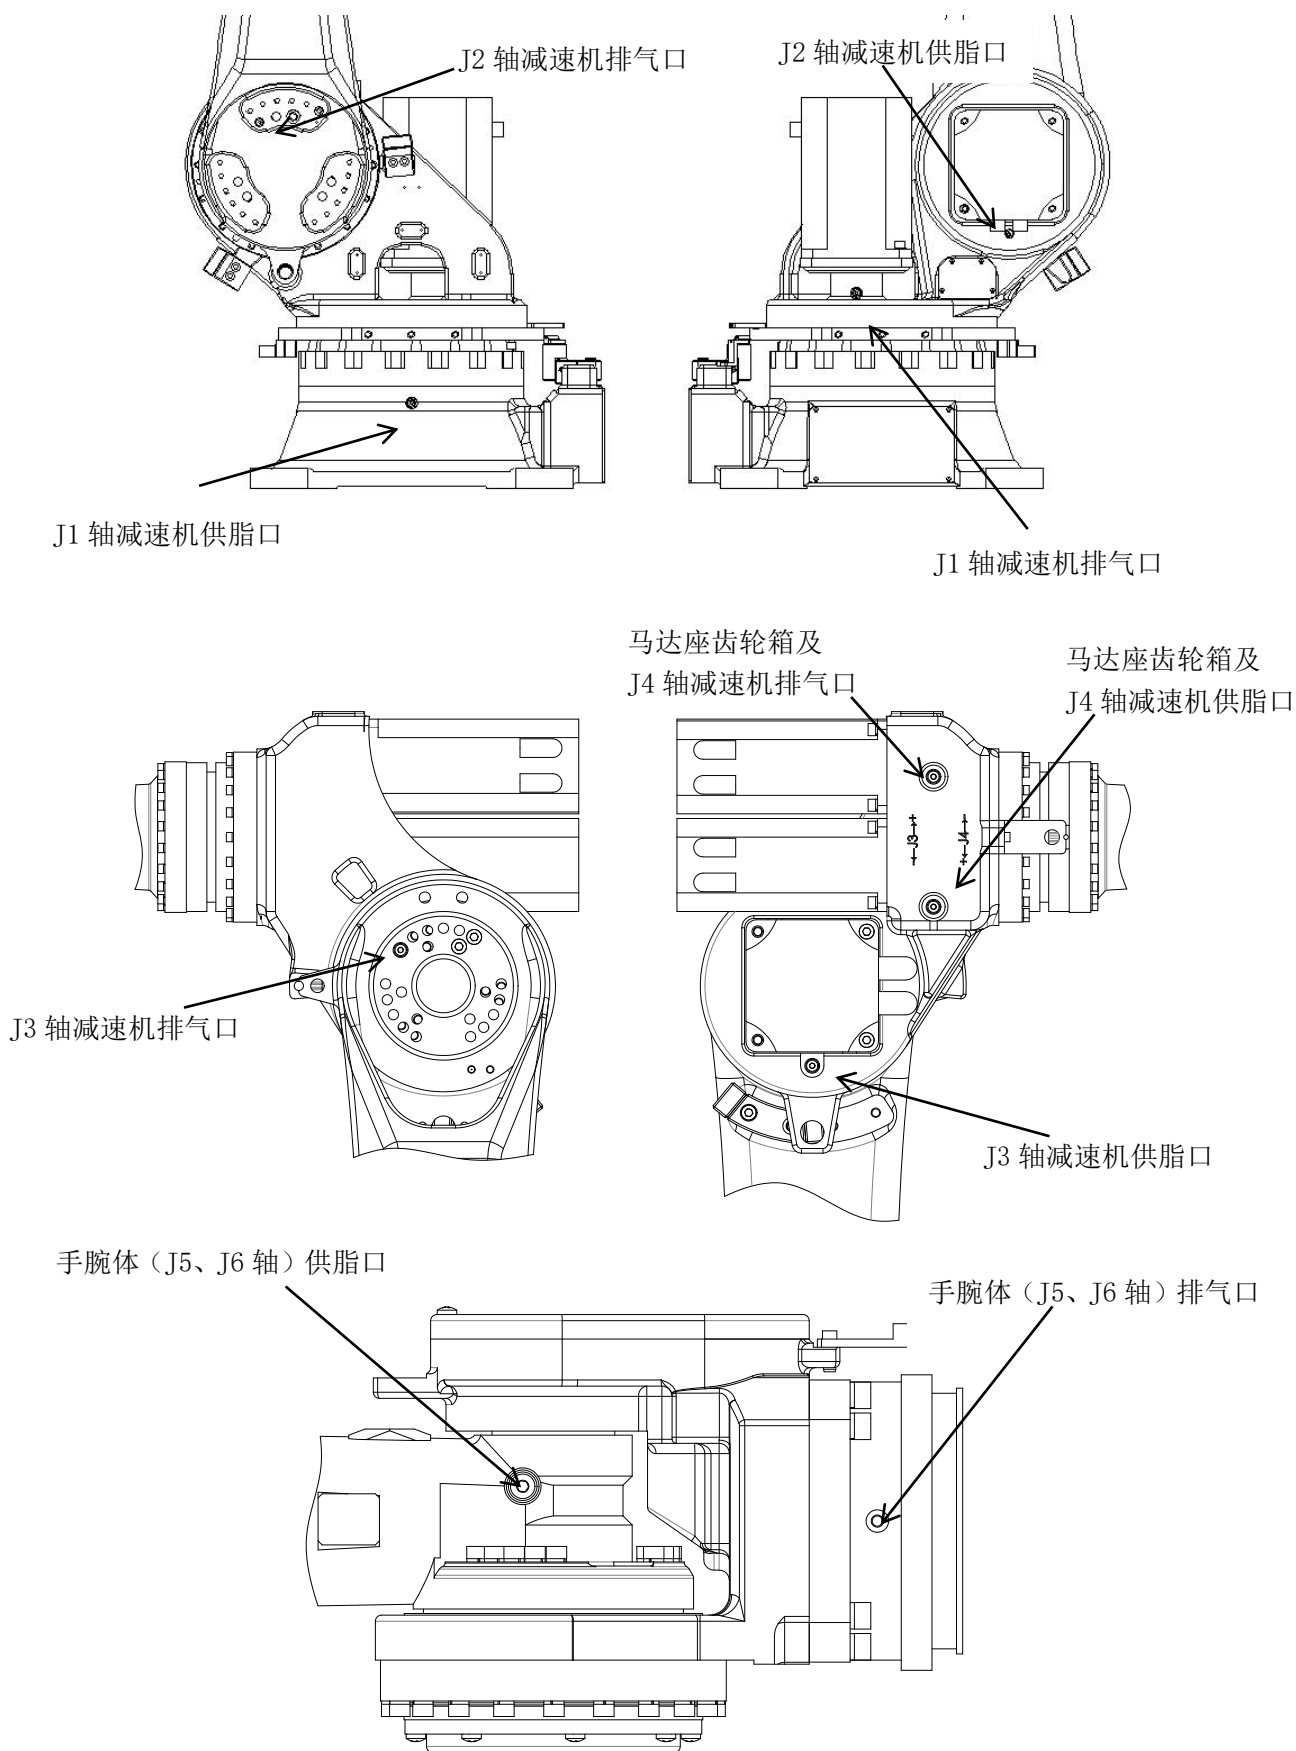

图 4-1 机器人进油口和出油口分布图
- 3) 拆下润滑脂供、排油口的内六角螺塞 M10×1，见图 4-1